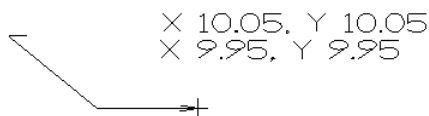

图 4.1.8 2D 标签
- ☒ ☒ 2D 标签 单选项：用于设置显示 X 方向和 Y 方向的点的位置坐标，以及 X 轴和 Y 轴，如图 4.1.8 所示。